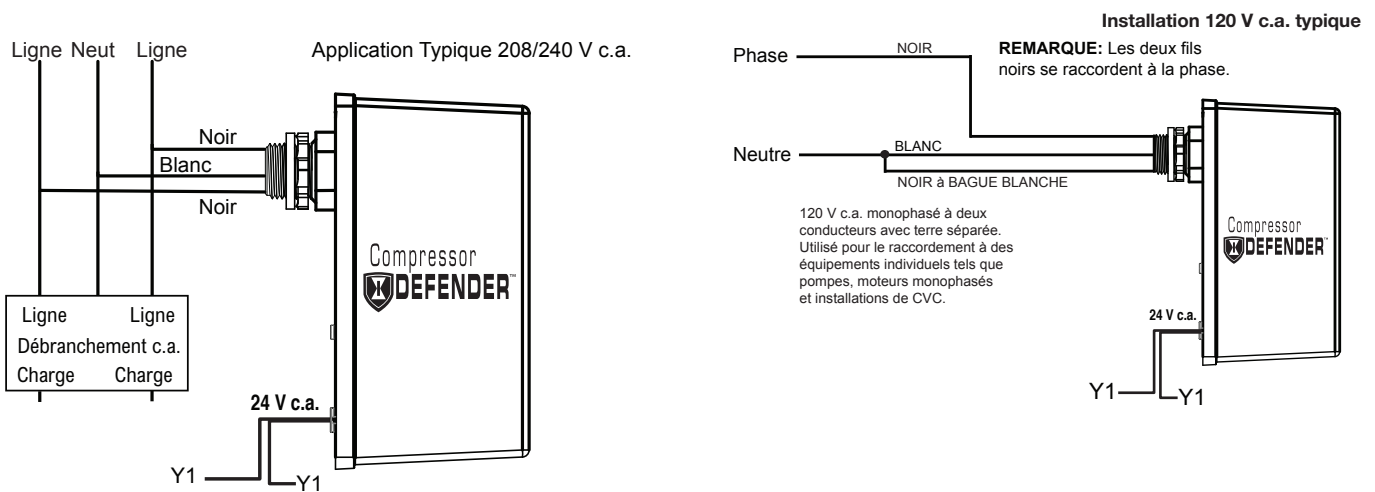

Figure 3. Câblage du limiteur de surtension.
3. Raccorder le fil blanc du *Compressor Defender™* au branchement de neutre du tableau, comme sur la Figure 3.
4. Raccorder les deux fils noirs au côté demande du disjoncteur qui alimente le compresseur/la pompe comme sur la Figure 3.